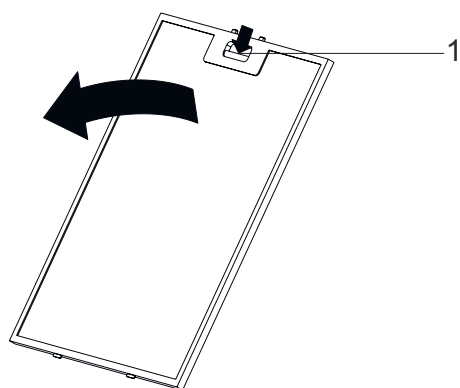

Fig. 6
- Tryck på knappen (1) och dra aluminiumfiltret i pilens riktning (Fig. 6).